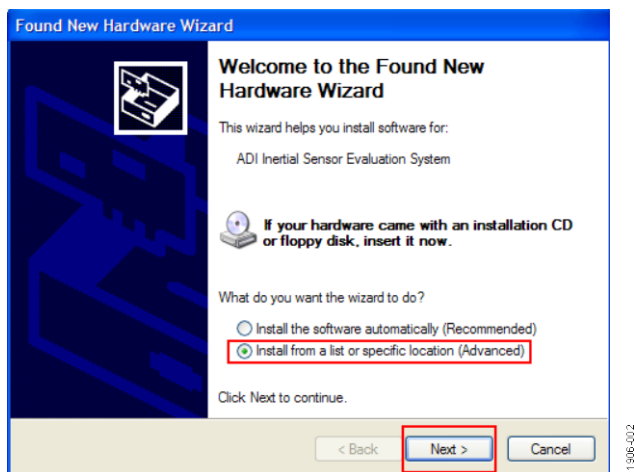

図 2. Found New Hardware プロンプト
2. ドライバをインストールするよう求められたら、**Install from a list or specific location (Advanced)** をクリックし、**Next** をクリックします(図 2 参照)。